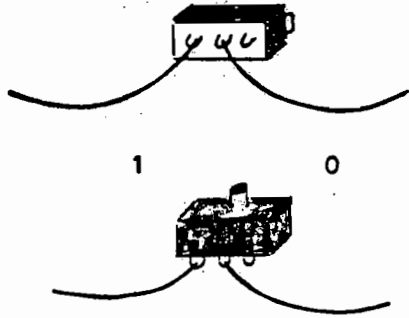

Figura 5
- e) La conexión de cada interruptor se muestra en la Figura 5.